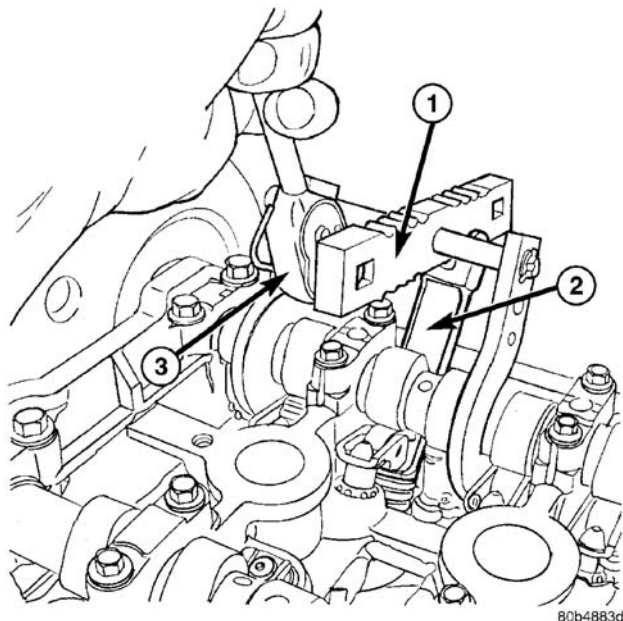

图 38 摇臂-拆卸/安装
(4) 用专用工具 8215 和 8436 慢慢地按压气门组件直至摇臂可卸下(图 38)
(5) 为每个摇臂重复卸下载序。
(1) 用清洁机油润滑摇臂。
(2) 用专用工具 8215A 和 8436 慢慢地按压气门组件直至摇臂可被安装到液压挺柱和气门杆上(图 38)。
(3) 为每个摇臂重复安装程序。
(4) 安装火花塞。
(5) 安装气缸盖罩。(参见 9-发动机/气缸盖/气缸盖罩-安装)